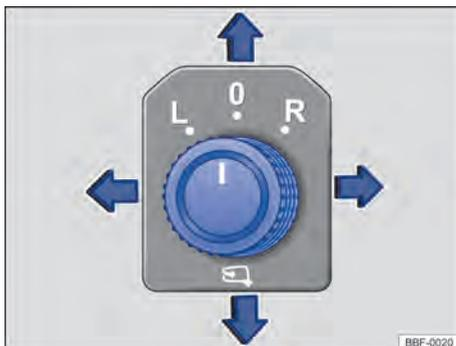

Fig. 80 Na porta do condutor: botão rotativo de ajuste dos espelhos retrovisores externos.
- Girar o botão rotativo na porta do condutor até o símbolo desejado → Fig. 80.